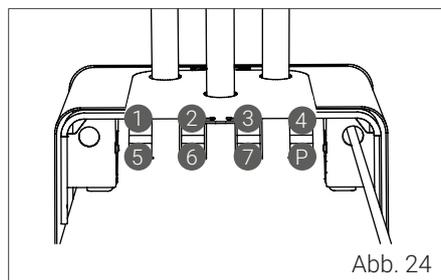
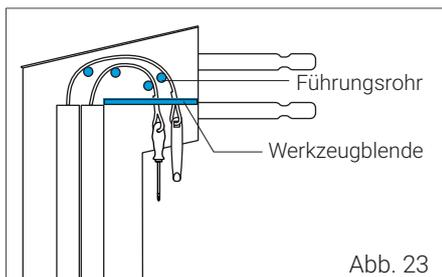
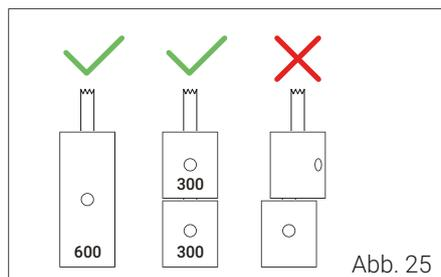

Abb. 24
Abb. 23
Abb. 25
- 8 Nehmen Sie die neue Werkzeugeinheit und fädeln Sie das Stahlseil im Inneren des Werkzeugfachs (7) von unten durch die Werkzeugblende (Abb. 23). Führen Sie das Stahlseil über die beiden Führungsrohre. Achten Sie dabei unbedingt darauf, dass Sie exakt den Weg wie in Abb. 25 dargestellt nehmen und die vorgegebene Position (Abb. 24) einhalten. Für ein etwas einfacheres Handling können Sie das Stahlseil jetzt in die Werkzeug-arretierung auf der Bedienerseite einhaken.
- ! Achten Sie darauf, dass das Stahlseil am Gewicht unten bündig abschließt und Sie die exakt definierte Anzahl der Gewichte verwenden (siehe Tabelle „Anzahl der Werkzeuge“). Wenn Sie zwei Gewichte am Stahlseil haben, achten Sie darauf, dass sich die Gewichte in einer Flucht befinden (Abb. 25).